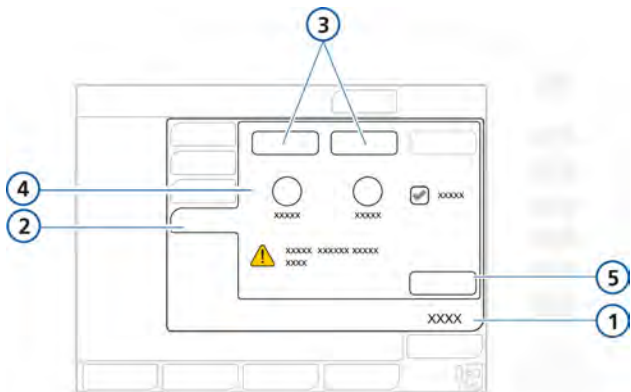

Figura 4-9. Controles de TRC, para los tubos endotraqueal y de traqueotomía
2. Para fijar los ajustes de compensación del tubo endotraqueal, pulse el botón **Tubo-ET** (figura 4-9).
3. Con los controles **DI tubo** y **Compensar**, especifique el diámetro del tubo (en mm) y el porcentaje de compensación (%) que quiera aplicar (figura 4-9).